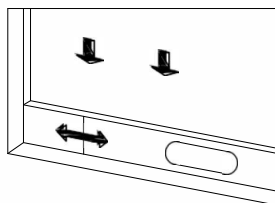

Figure 2
- 1) Ouvrez la fenêtre à moitié, puis fixez l'ensemble de la plaque d'étanchéité de fenêtre sur la fenêtre (comme illustré sur les figures 2 et 3). Les composants peuvent être placés à l'horizontale ou à la verticale.